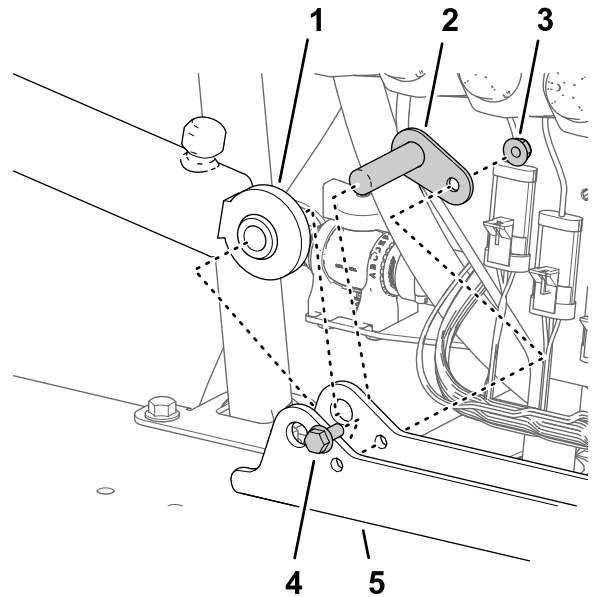

图115
1. 将在拆卸提升油缸(页码 17)的步骤 3 中卸下的提升油缸的固定端与油缸安装座中的 16mm 孔对齐图115。
2. 用枢轴销、凸缘头螺栓和凸缘螺母将油缸安装油缸安装座上图115。